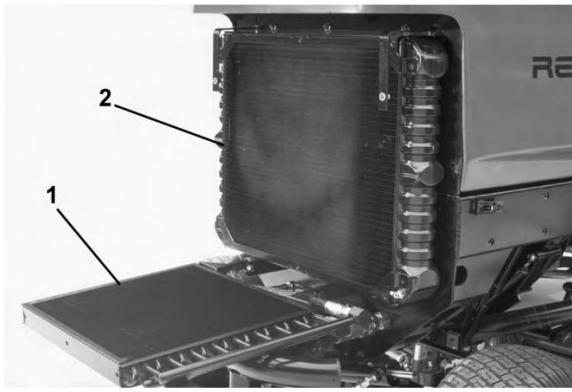

Figura 73
3. Desaparafuse os manípulos e desloque o refrigerador do óleo para trás (Figura 73). Limpe os dois lados do refrigerador do óleo e a zona do radiador com ar comprimido. Não utilize água. Abra o capot e remova os detritos acumulados. Desloque o refrigerador do óleo para a posição inicial e aperte os manípulos.